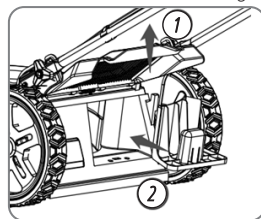

Fig. 6
INSTALAREA OBTURATORULUI DE MULCHING (FIG. 6)
1. Scoateți sacul de colectare (Fig. 6).